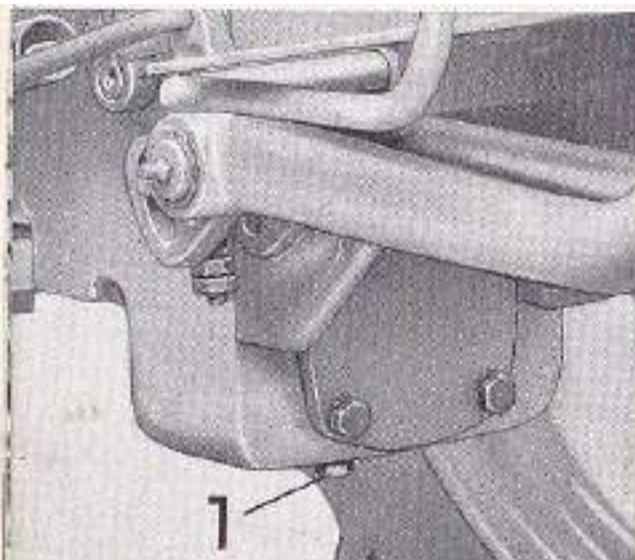

Bild 16
1. Ölablaßschraube 1 (Bild 16) von Getriebe lösen und Öl ablassen.